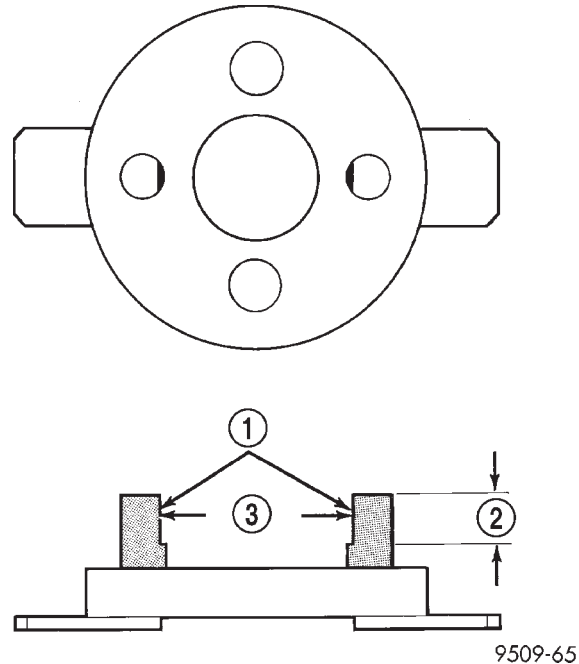
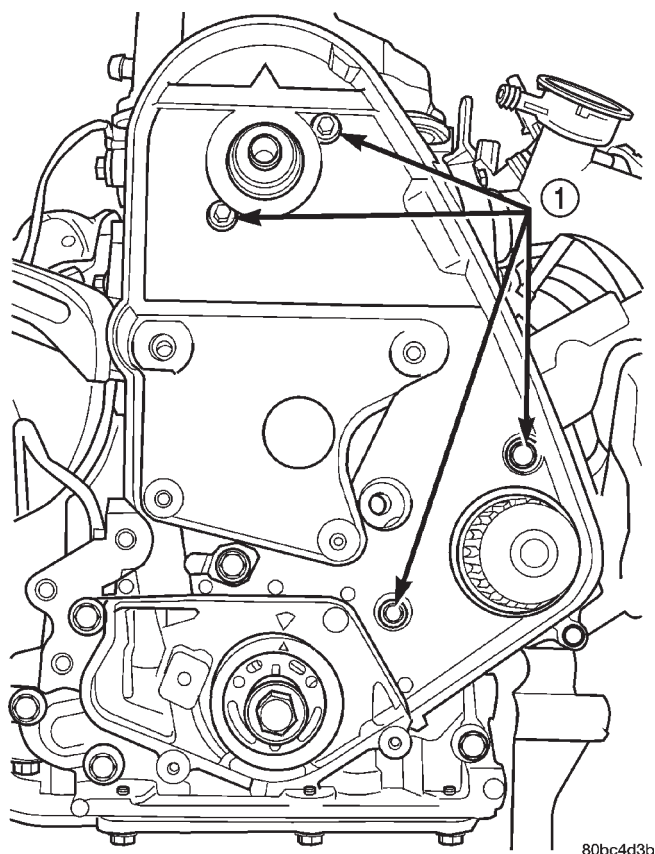

Fig. 16 Modificación en la herramienta especial C-4687-1
Fig. 17 Cubierta trasera de la correa de distribución
(1) Retire la cubierta delantera de la correa de distribución. Consulte la CUBIERTA DELANTERA.
(2) Retire la correa de distribución (consulte el grupo 9 - MOTOR/DISTRIBUCION DE VALVULAS/CORREA DE DISTRIBUCION/CADENA Y RUEDAS DENTADAS - DESMONTAJE) y el tensor de la correa de distribución (consulte el grupo 9 - MOTOR/DISTRIBUCION DE VALVULAS/CORREA DE DISTRIBUCION/TENSOR DE CADENAS Y POLEA - DESMONTAJE).
(3) Sostenga la rueda dentada del árbol de levas con las herramientas especiales C-4687 y el adaptador modificado C-4687-1 (Fig. 16), mientras retira el perno de fijación.
(4) Retire la rueda dentada del cigüeñal.
(5) Retire los pernos de fijación de la cubierta trasera (Fig. 17).
(6) Retire la cubierta trasera (Fig. 17).
(1) Instale la cubierta trasera y apriete los pernos con una torsión de 12 N·m (105 lbs. pulg.) (Fig. 17).
(2) Instale la rueda dentada del árbol de levas. Mientras sostiene las ruedas dentadas con las herramientas especiales C-4687 y el adaptador modificado C-4687-1, apriete el perno de fijación con una torsión de 101 N·m (75 lbs. pie).
(3) Instale el conjunto del tensor de la correa de distribución (consulte el grupo 9 - MOTOR/DISTRIBUCION DE VALVULAS/CORREA DE DISTRIBUCION/TENSOR DE CADENA Y POLEA - INSTALACION) y la correa de distribución (consulte el grupo 9 - MOTOR/DISTRIBUCION DE VALVULAS/CORREA DE DISTRIBUCION/CADENA Y RUEDAS DENTADAS - INSTALACION).
(4) Instale la cubierta delantera. Consulte la CUBIERTA DELANTERA.